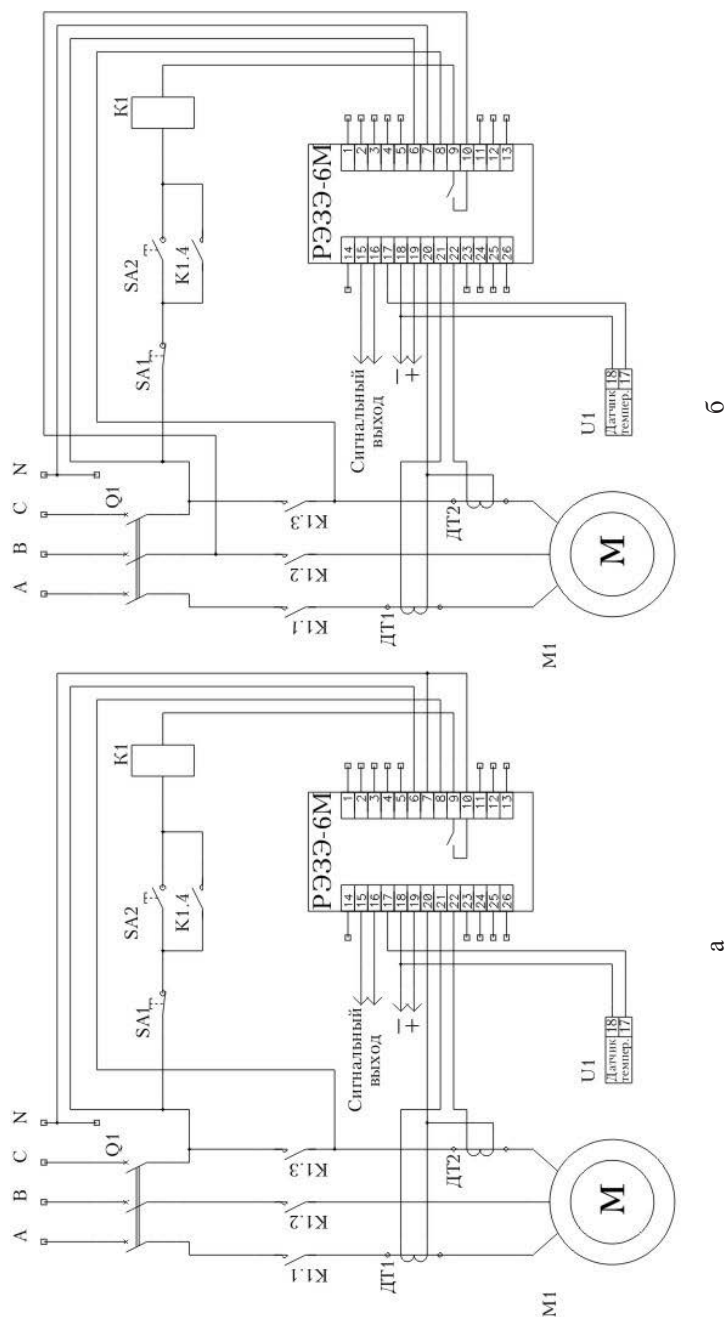

Рис. 6.1. Схемы электрические соединений реле РЭЭ-6М:
6.2.5 Произвести монтаж схемы электрической соединений реле согласно рис. 6.1.